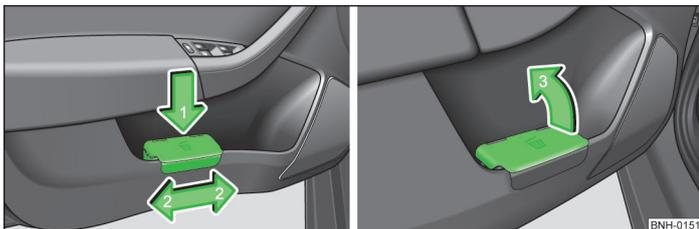

Abb. 3 Abfallbehälter / Abfallbehälter öffnen
- › Den Abfallbehälter im hinteren Bereich in Pfeilrichtung 1 » Abb. 3 eindrücken.
- › Den Abfallbehälter entgegen der Pfeilrichtung 1 » Abb. 3 herausnehmen.
- › Den Abfallbehälter in Pfeilrichtung 3 » Abb. 3 öffnen.